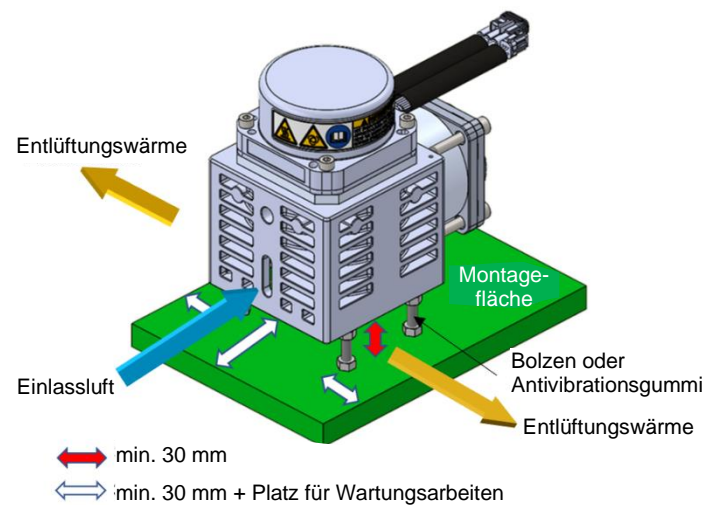

Abbildung 1
- Verwenden Sie Antivibrationsgummi, wenn starke Vibrationen auf die eingebettete Oberfläche übertragen werden. Siehe Abbildung 1. als Referenz.